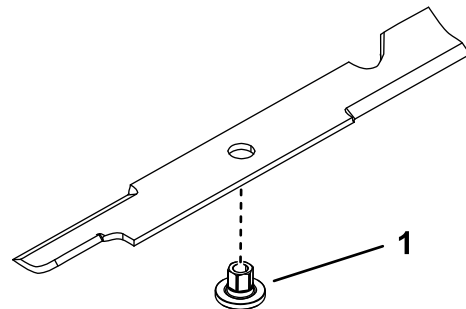

Figura 81
1. Montate la boccola attraverso la lama con la flangia della boccola sul lato inferiore (erba) della lama (Figura 81).